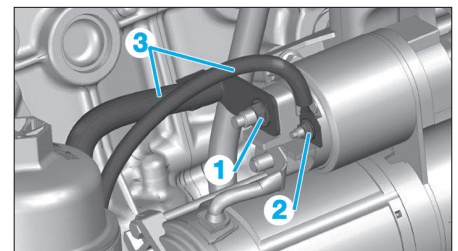

Fig. 12
- Déposer les écrous (1) et (2) (Fig.12).
- Ecarter les câbles (3) du démarreur.